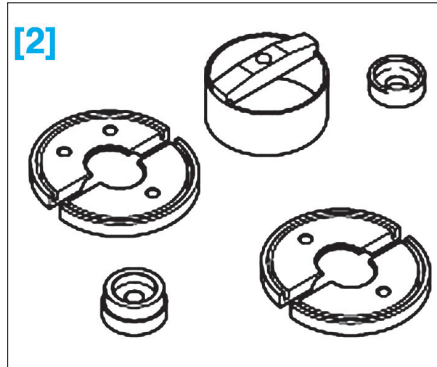

FIG. 56
- [2]. Dispositif de montage Ref. T10064 (Fig.56).